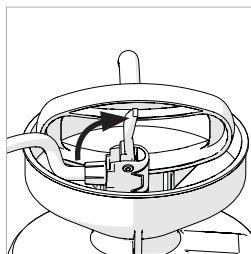

Abb. 2
- Schieben Sie den Pumpenanschluss auf das Ventil und bewegen Sie den Hebel nach oben. Stellen Sie sicher, dass die Armatur nicht undicht ist, bevor Sie den Tank unter Druck setzen. (**Abb. 2**)